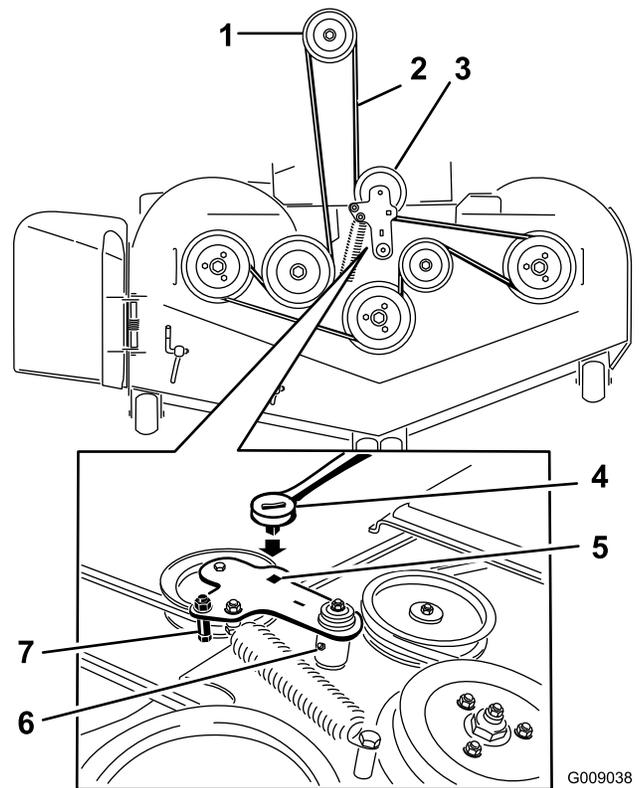

Figura 76
10. Instale la guía de la correa en el brazo tensor (Figura 76).
11. Utilizando la llave de carraca en el taladro cuadrado, instale el muelle tensor (Figura 76).
5. Utilice una llave de carraca en el taladro cuadrado del brazo tensor para aliviar la tensión del muelle tensor (Figura 76).
7. Instale la guía de la correa en el brazo tensor tensado con muelle (Figura 76).
9. Pase la correa nueva alrededor de las poleas del cortacésped y de la polea del embrague, debajo del motor (Figura 76).